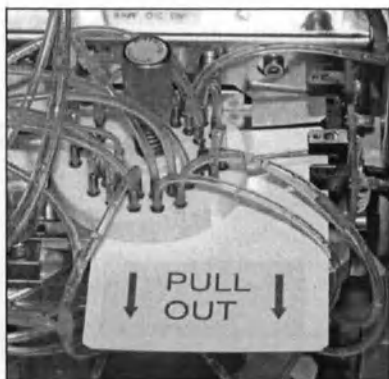

Рис. 16
- а) Открыть переднюю панель анализатора, ослабить прижимной винт поворотного клапана; (рис. 16).